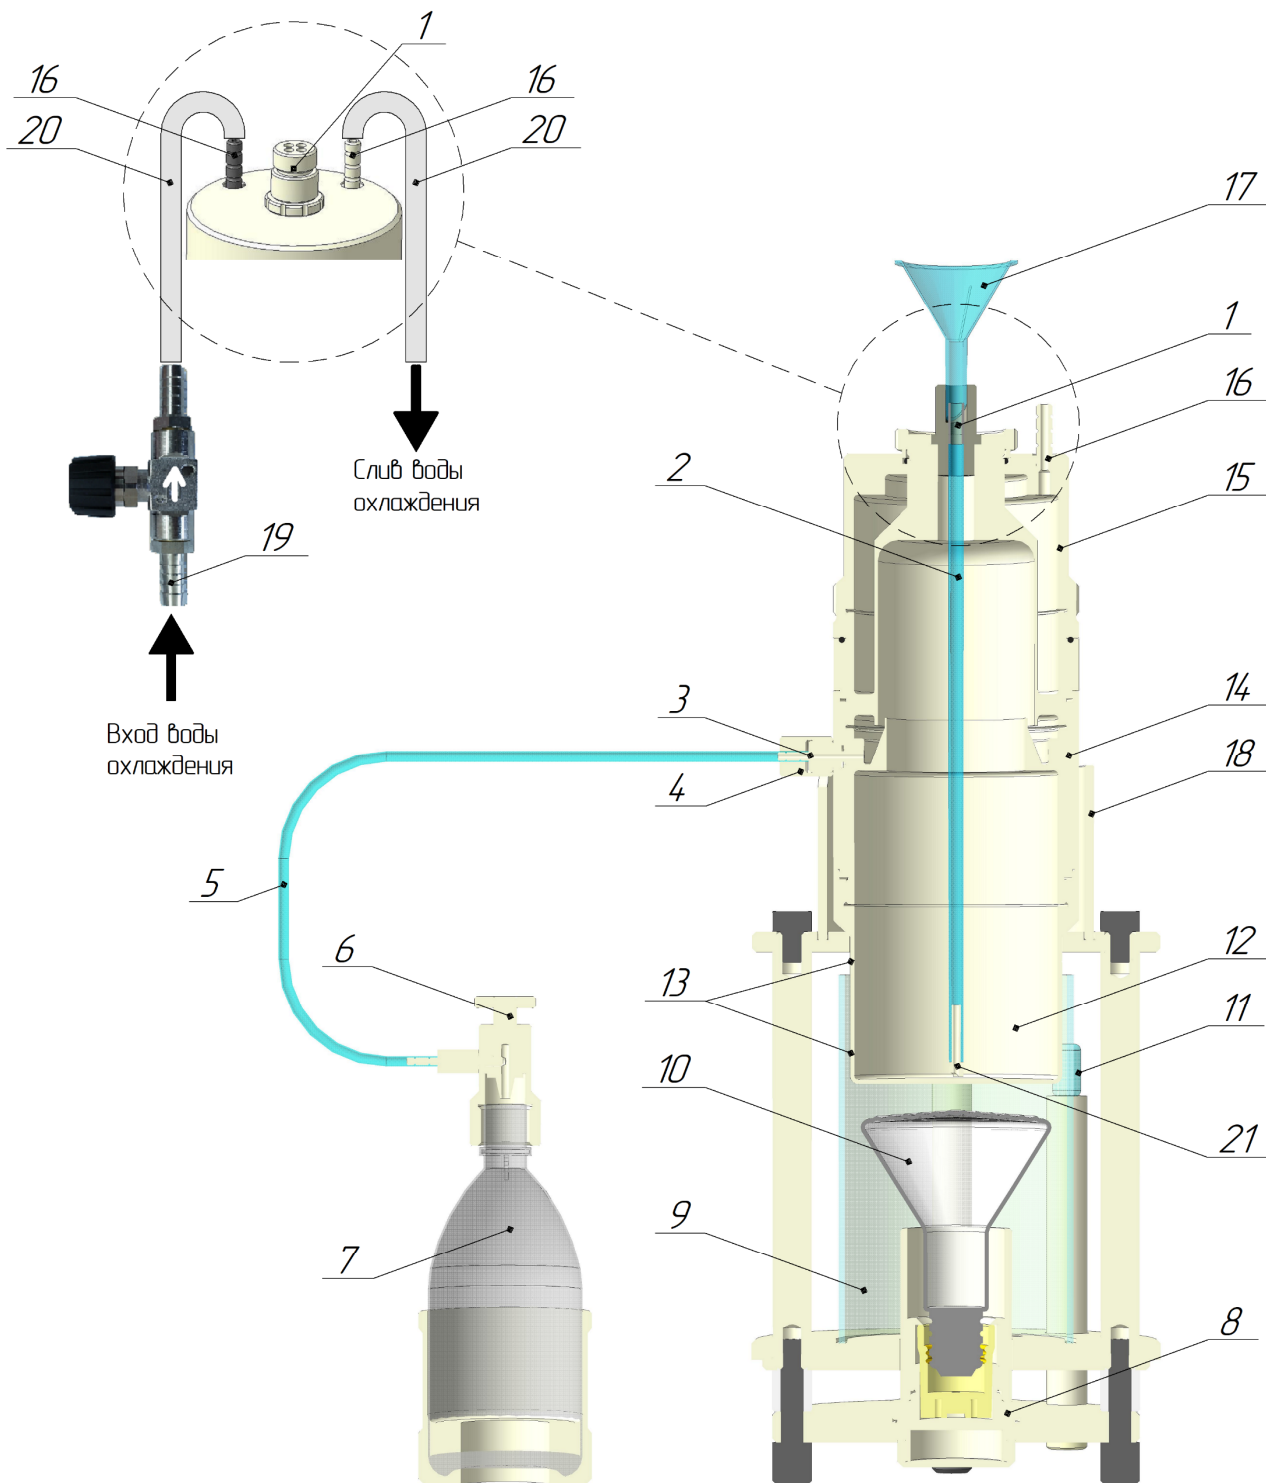

Рисунок 1 – АОК-70, общий вид
ВНИМАНИЕ! В процессе перегонки необходимо регулярно осуществлять визуальный контроль уровня оставшейся в емкости (12, рисунок 1) жидкости с интервалом не более 2 часов. Запрещается продолжать процесс перегонки, когда уровень жидкости опускается ниже риски минимального уровня (13, рисунок 1).
Кубовый остаток – остающаяся после каждого цикла перегонки в ёмкости для очищаемой кислоты 12 (рисунок 1) жидкость с увеличенной концентрацией загрязнений, относительно исходной кислоты. В зависимости от требований к чистоте конденсата необходимо удалять кубовый остаток каждые 5-7 циклов перегонки.
9.1 Снять воздушный фильтр с пробки (1, рисунок 1) холодильника.